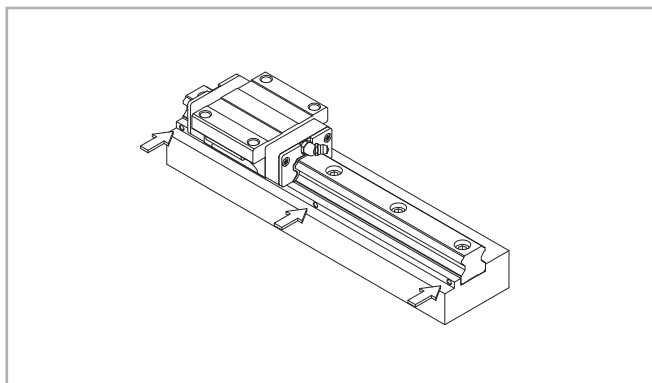

Fig. 54
(3) Stringere le viti di precarico sulla guida finché quest'ultima è a stretto contatto con la superficie di appoggio laterale (vedere fig. 54).